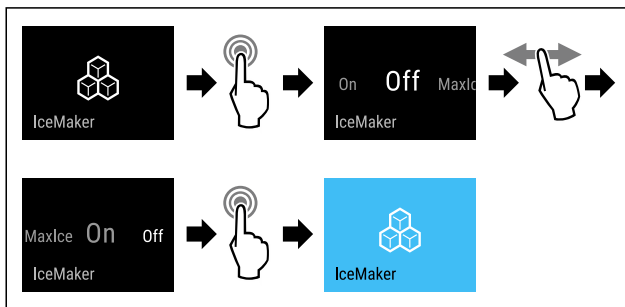

Fig. 19
► Seguir los pasos de procedimiento (consulte Fig. 19).